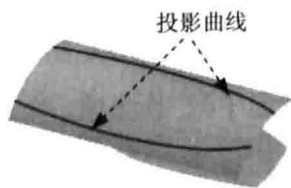

图 1.12 投影曲线 2
Step9. 创建图 1.12 所示的投影曲线 2。在模型树中选取草图 2，单击  按钮；选取拉伸曲面 2 为投影面，采用系统默认方向，单击  按钮，完成投影曲线 2 的创建。